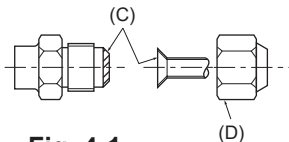

Fig. 4-1
(A) (Fig. 4-1)
(B) (Fig. 4-1)
4.2. Forbindelsesrør (Fig. 4-1)
- Kom et tyndt lag køleolie på rør og samlingsoverflade, før stramning af brystmøtrikken. (A)
- Anvend to skrueøgler til at spænde rørforbindelserne. (B)
- Påfør kølemaskineolie på hele opkravningssædets overflade. (C)
- Brug koniske møtrikker til følgende rørstørrelse. (D)